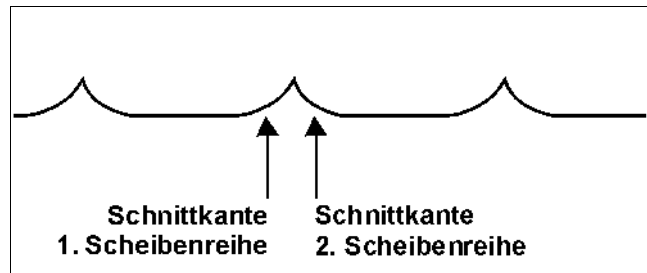

Fig. 15
- Korrekte Einstellung der Scheibenreihen (Fig. 15).